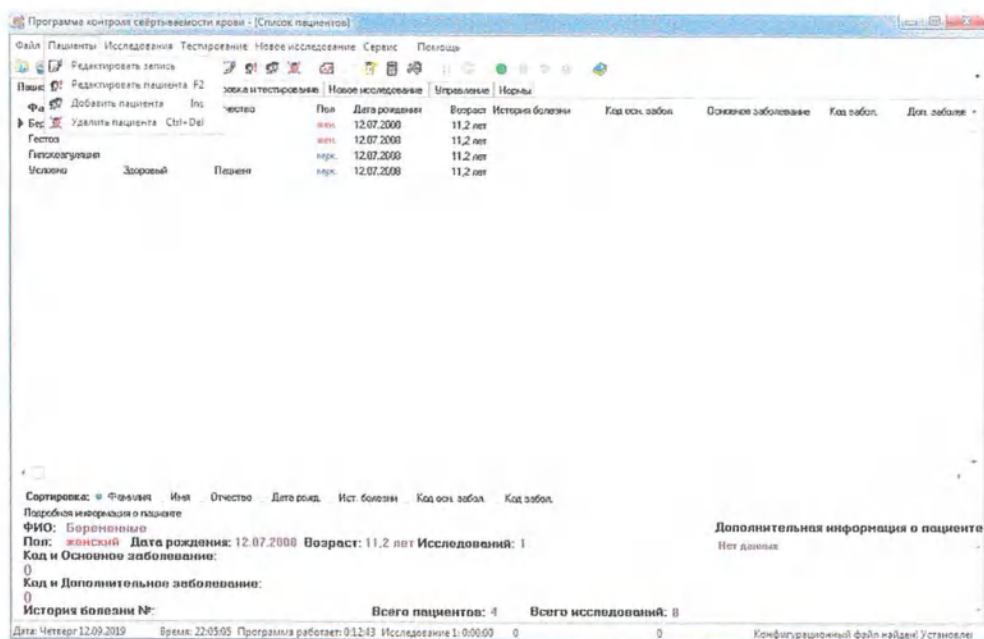

Рисунок 5 – Главное меню «Пациенты»
7.3.2 Меню «Пациенты» содержит следующие пункты (рисунок 5):